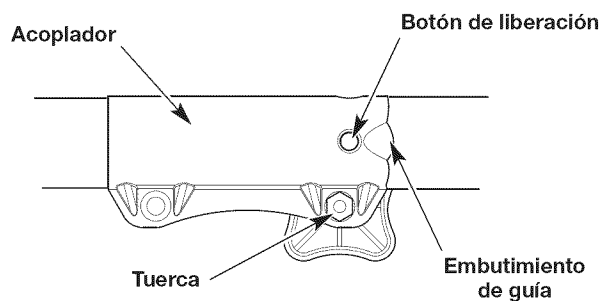

Fig. 2
NOTA: La alineación del botón de liberación con el embutimiento de guía ayudará en la instalación (Fig. 2).
NOTA: No ajuste demasiado la tuerca (Fig. 2).
2. Oprima y mantenga apretado el botón de liberación (Fig. 2).